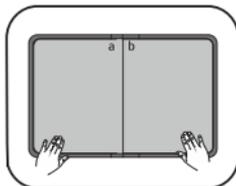

Abb. 1
1. Beim Einbau machen Sie die Tür auf und versetzen Sie das Türfenster in die untere Lage s. Abb. (1);
2. Biegen Sie den Gummiverdichter im Türfensterrahmen am ersten Anbringungsort (M1) * des Klammerhalters (Abb.1) so, dass der Fensterrahmenbördel freigelegt wird;
1. Klappen Sie den Schutzschirm auf (Abb. 1)